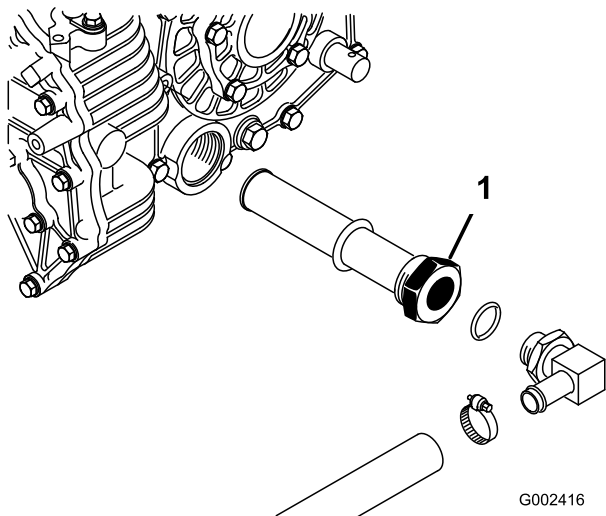

Figura 68
5. Reinei orientarea furtunului hidraulic i a fittingului de 90° conectat la sita de pe partea laterală a rezervorului (**Figura 68**).